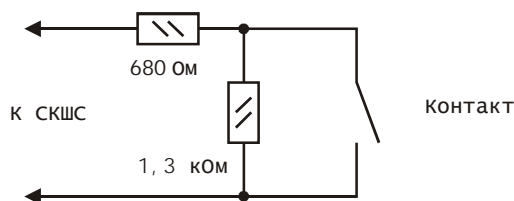
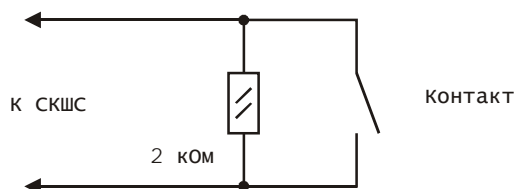
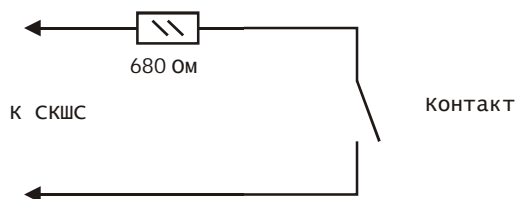
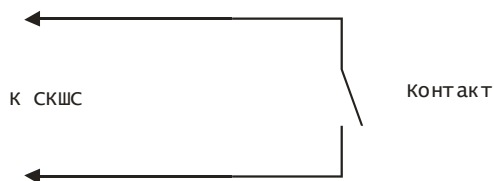

Рис. 3 Типовая схема включения ШС с контролем КЗ и обрыва
Рис. 4 Схема включения ШС с контролем обрыва
Рис. 5 Схема включения ШС с контролем КЗ
Рис. 6 Схема включения ШС без контроля КЗ и обрыва
Схемы включения ШС приведены на Рис. 3 , ... , Рис. 6. Данные схемы справедливы для нормально замкнутых и нормально разомкнутых контактов. Наличие или отсутствие контроля КЗ или обрыва ШС конфигурируется в БЦП (см. Руководство по программированию ППКОПУ 01059-1000-3 «Р-08»).
При подключении одного ШС к СКШС по схеме на Рис. 3, собственный ток потребления СКШС увеличивается на:
При подключении одного ШС к СКШС по схеме на, Рис. 4 собственный ток потребления СКШС увеличивается на:
При подключении одного ШС к СКШС по схеме на, Рис. 5 собственный ток потребления СКШС увеличивается на:
При подключении одного ШС к СКШС по схеме на, Рис. 6 собственный ток потребления СКШС увеличивается на:
5.6. Схемы включения ШС приведены на Рис. 3, Рис. 4, Рис. 5, Рис. 6.